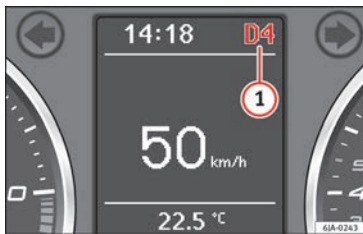

Fig. 177 Écran d'informations : positions du levier sélecteur.
La position actuelle du levier sélecteur est indiquée sur l'écran du tableau de bord général ① » fig. 177.
- Sur la position **D**, poussez le levier sélecteur vers la droite. La position sélectionnée du levier sélecteur est indiquée sur l'écran du tableau de bord général avec la vitesse engagée ① » fig. 177.